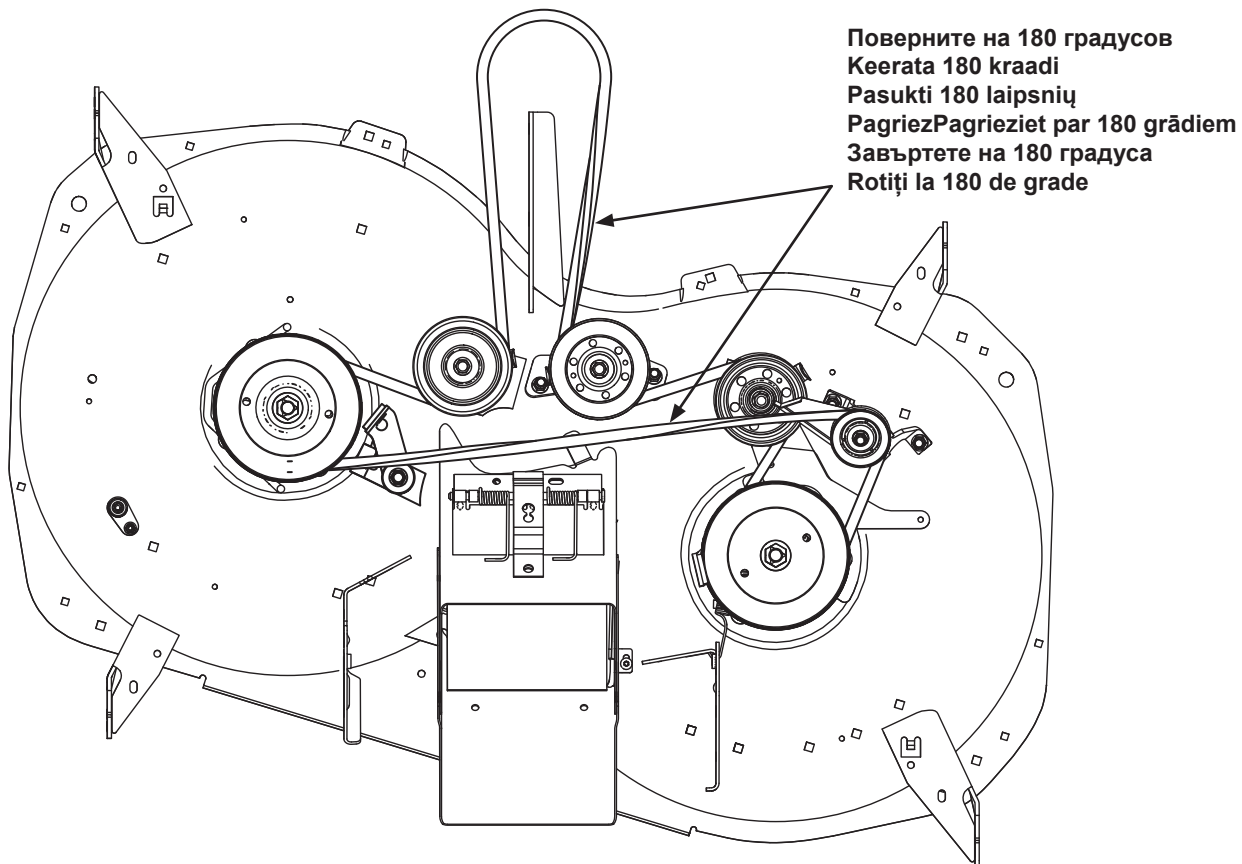

Fig. 7
- Ⓡⓤ 10. Установите новый ремень (обратите внимание на схему прокладки ремня) (рис. 7).
- Ⓡⓞ 10. Montați curea nouă (respectați orientarea curelei) (fig. 7).